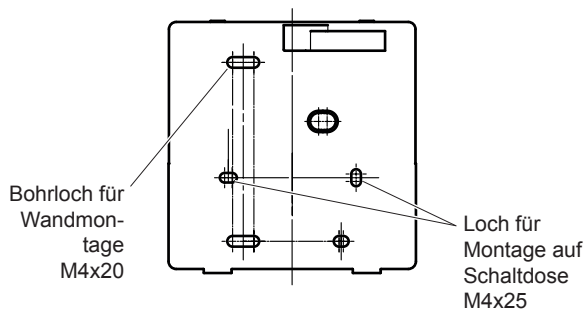

Abb. 5.3
3. Zwei Schrauben M4x25 verwenden, um den hinteren Deckel auf der Schaltdose zu montieren, anschließend eine Schraube M4x20 GB950-86 für die Wandbefestigung verwenden. (Abb. 5.3)